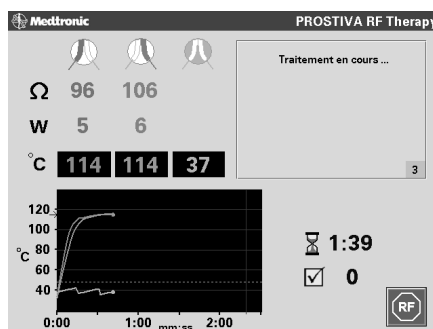

Figure 4-12. Confirmation du message "Traitement en cours..." et surveillance des sorties sur l'affichage de l'écran
12. Confirmer que le message "Traitement en cours" apparaît sur l'affichage de l'écran (Figure 4-12) et contrôler les différentes sorties (par exemple, température, durée du traitement) tout au long de la procédure.